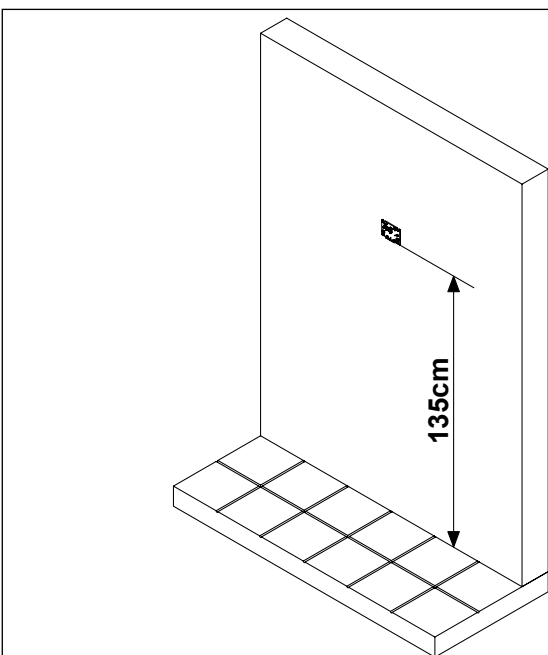

Fig. 1
1. Devant passer à travers la fente **E** (Fig. 2) de la plaque de fixation murale, nous conseillons de canaliser les conducteurs de manière à laisser 135 cm environ entre la partie inférieure de la carte de fixation et le plancher fini comme illustré sur Fig. 1;